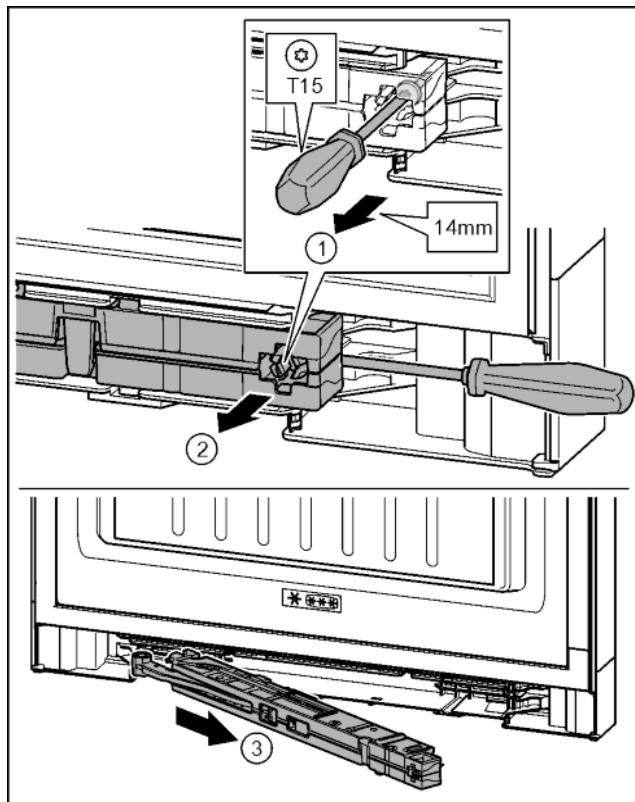

Fig. 18
- ▶ За допомогою викрутки T15 ослабте гвинт на демпферному вузлі приблизно на 14 мм. Fig. 18 (1)
- ▶ Перемістіть викрутку з боку ручки за демпферний вузол. Поверніть вузол уперед. Fig. 18 (2)
- ▶ Витягніть вузол. Fig. 18 (3)